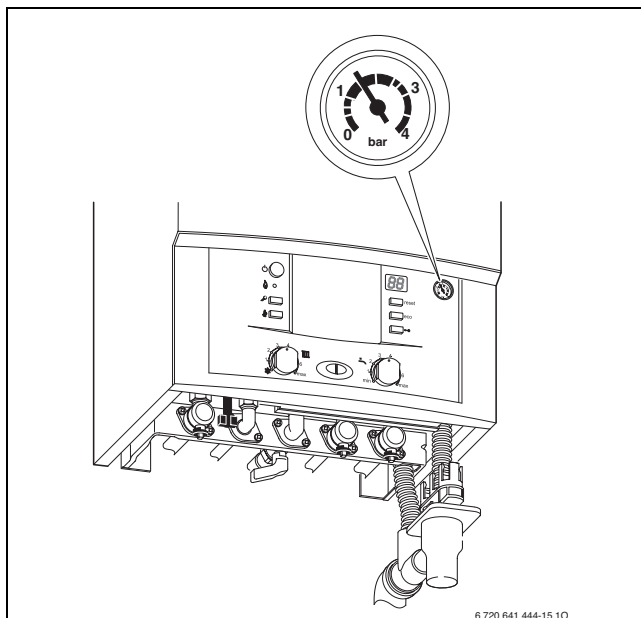

Fig. 5
- ▶ Ad impianto freddo la lancetta del manometro deve trovarsi fra 1 e 2 bar (→ fig. 5).
- ▶ Se la lancetta si trova al di sotto di 1 bar, procedere al riempimento agendo tramite il rubinetto di riempimento (15) fino a quando la lancetta indicherà una pressione compresa tra 1 e 2 bar.
- ▶ Con l'impianto alla temperatura massima di mandata, la **pressione** non dovrà mai superare i 3 bar; qualora ciò avvenisse la valvola di sicurezza scaricherebbe acqua dal tubo (21).